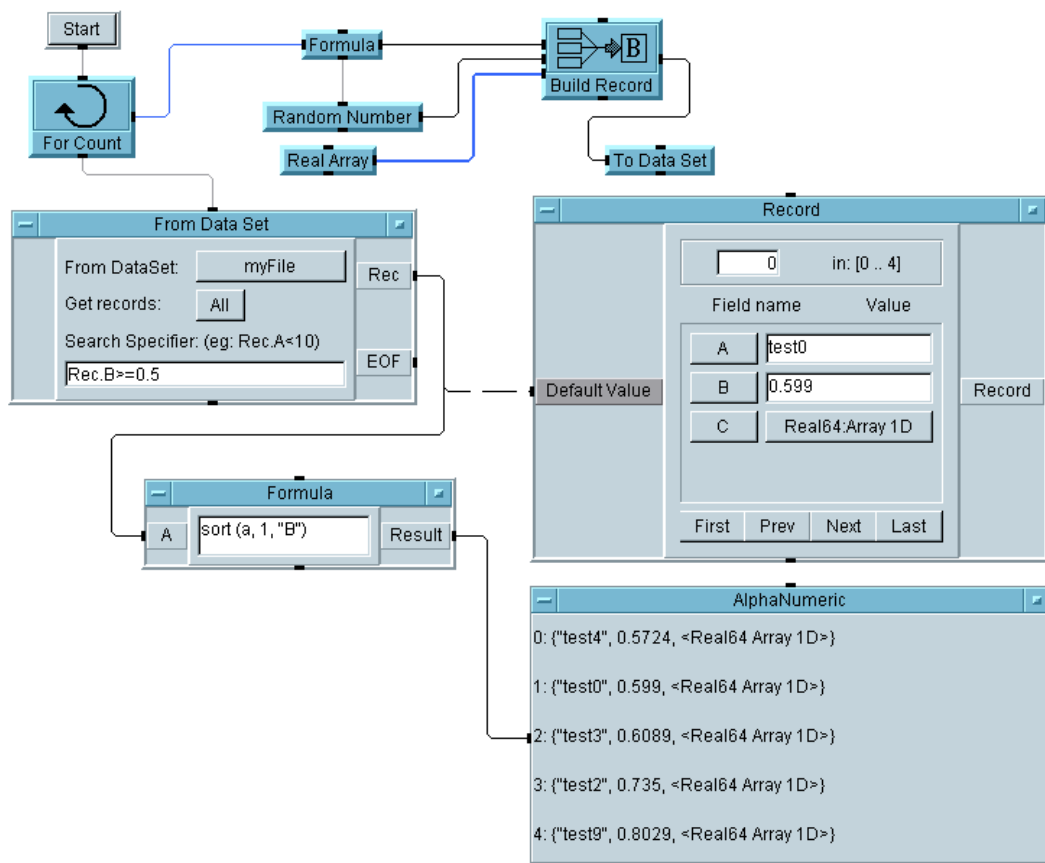

図 5-20. Record のフィールドに対するソート操作
4. プログラムを数回実行します。プログラムは図 5-20 のように表示されるはずですが、プログラムは、フィールド B を使用して、DataSet ファイルから返されたレコードのすべてを昇順でソートします。